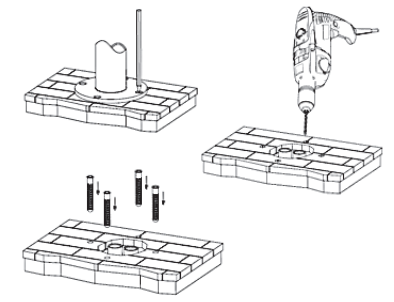

Abb.2
2. Bohren Sie Löcher zur Befestigung des Standfußes der Armatur (Abb. 2).